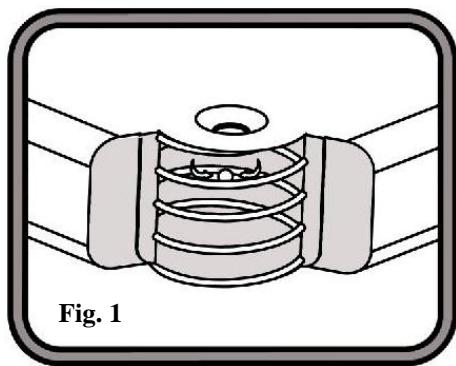
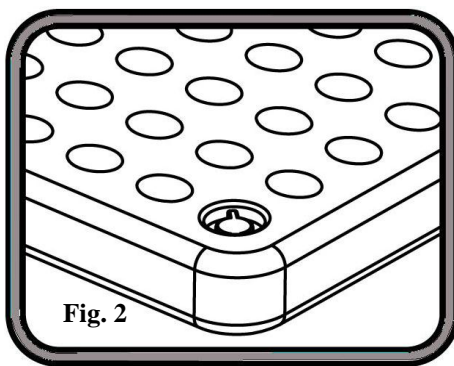

Fig. 1
Fig. 2
2. Placez la pompe au pied intégrée (**se référer svp à la structure de la pompe comme à la fig.1**). **Le côté en PVC floqué doit être placé vers le haut pendant le gonflage.** Voir la fig. 2